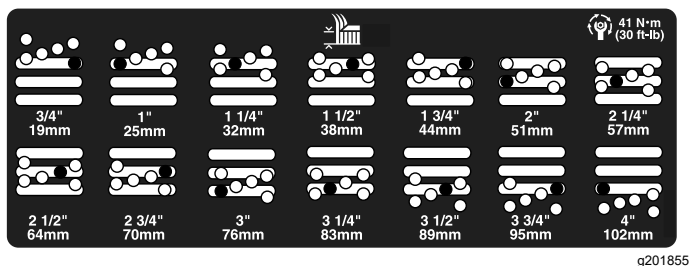

Figure 22
5. Placez la chambre à la hauteur de coupe voulue et mettez l'entretoise dans le trou et la fente correspondant à la hauteur de coupe désignée (Figure 22)